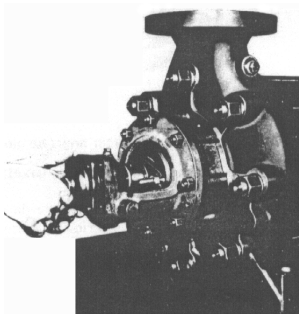

Fig. 1
- Drenar o óleo do Mancal. Soltar o parafuso que fixa a Tampa do Mancal e, em seguida, retirar a mesma. (Vide fig. 1)